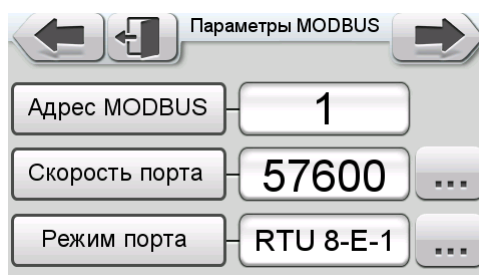

Рисунок 2
9.1 Пульт управления агрегатом представляет собой сенсорную панель с графическим интерфейсом пользователя. Стартовый экран сразу после включения агрегата изображен на рис.2.
9.3 Экран «**Параметры MODBUS**» предназначен для настройки параметров интерфейса связи при подключении выносного пульта посредством интерфейса RS-485 (рис.2).